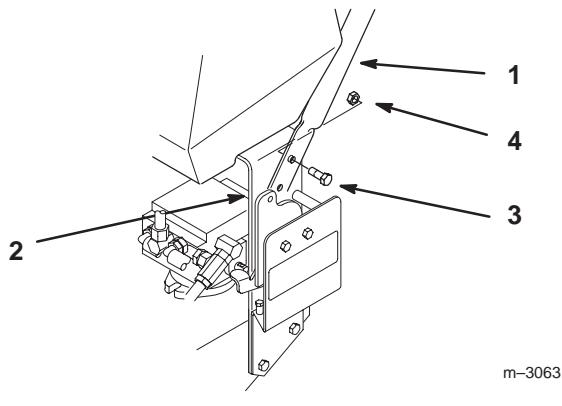

Bild 3
1. Richten Sie das obere Handgrifftteil mit den Befestigungslöchern im hinteren Rahmen aus (Bild 3). Wählen Sie die obere, mittlere oder untere Stellung als unteres Befestigungslöch. Befestigen Sie jede Seite mit zwei Bundschrauben (3/8 x 1 Zoll) und zwei Bundmuttern (Bild 3). Ziehen Sie die Schrauben auf 34 Nm an.
2. Befestigen Sie jede Seite mit zwei Bundschrauben (3/8 x 1 Zoll) und zwei Bundmuttern (Bild 3). Ziehen Sie die Schrauben auf 34 Nm an.